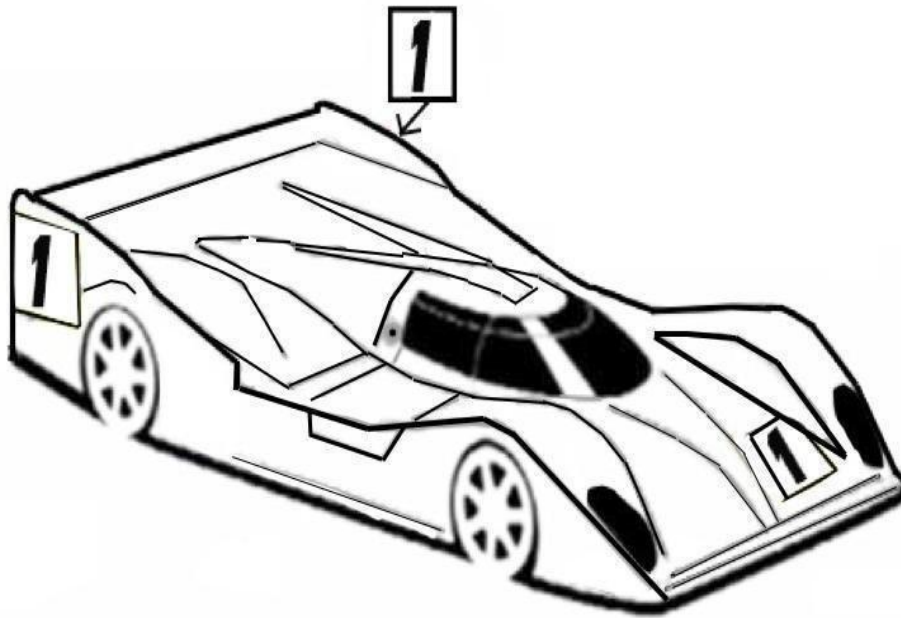

Figura 5: Disposizione corretta dei numeri di gara sul modello
d) Disposizione numeri di gara Pista 1/8 IC: prima della partenza delle manche di qualifica e delle fasi finali i Piloti sono obbligati a posizionare sulla propria carrozzeria i numeri di gara, consegnati dagli Organizzatori come mostrato in **Figura 5**, al fine di garantire una maggiore visibilità da parte della Direzione di Gara.
La non corretta posizione dei numeri di gara comporta il richiamo del modello del Pilota, da parte del Direttore di Gara affinché questi li disponga come da Regolamento (vedi figura 5 sottostante).